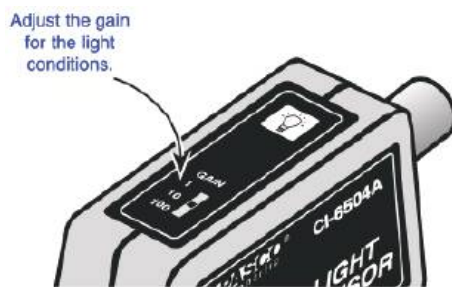

Figura 53: Configuración de la ganancia en el sensor.
- Seleccionar la configuración de ganancia adecuada en la caja del sensor para los niveles de luz a medir, tal como se muestra en la Figura 53.